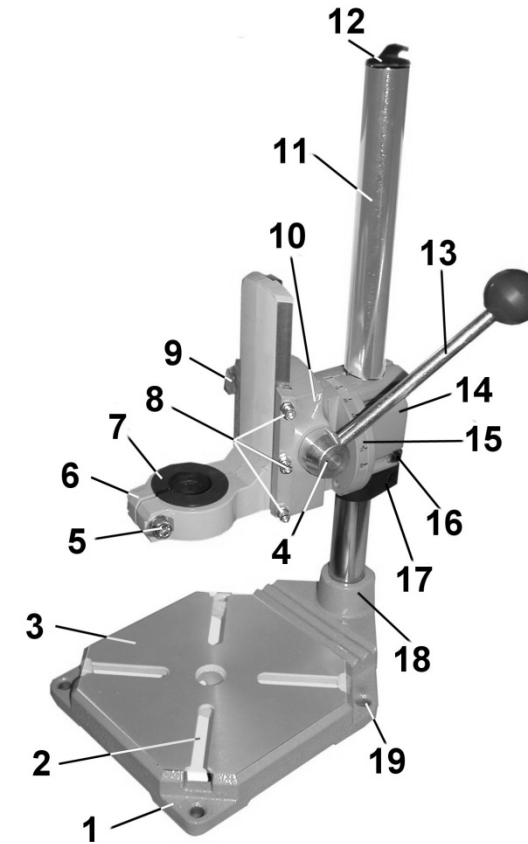

Рис. 2
### 4. СБОРКА СТОЙКИ ДЛЯ ДРЕЛИ (Рис. 2, 3)
- 4.3. Выкрутите на 3÷4 оборота два винта (22). Установите колонну (11) с кронштейном (14) в посадочное отверстие (18) основания (1), Рис. 2,3.
- 4.6. Как показано на рис. 2, установите держатель (12) электрического провода (21).
### 5. УКАЗАНИЯ ПО РАБОТЕ (Рис. 2;3)